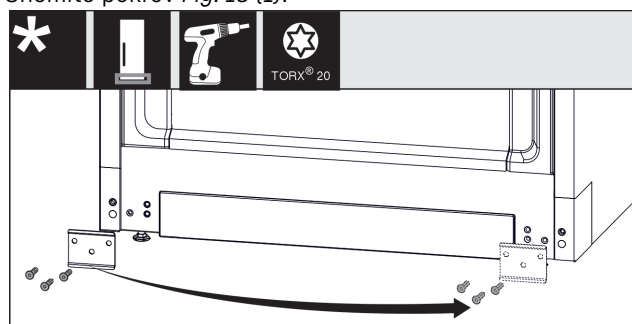

Fig. 19
- ▶ Odvijte ploščo Fig. 19 (1), jo prestavite na drugo stran in nato znova privijte.